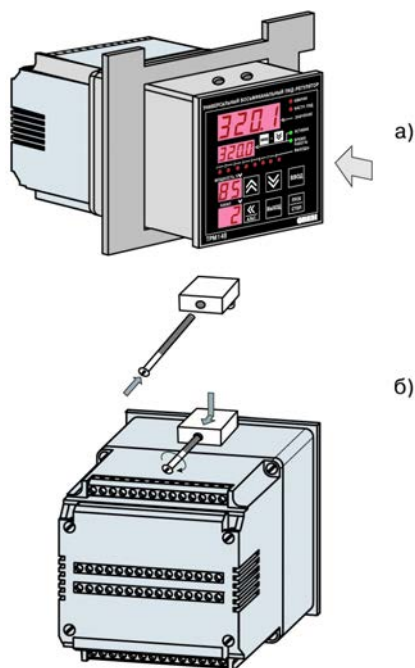

Рис. 8.1. Установка прибора щитового крепления
1. Прибор вставляется в специально подготовленное отверстие на лицевой панели щита (см. Приложение А и для TPM138-Щ4 рис. 8.1, а).
2. Фиксаторы из комплекта поставки вставляются в отверстия на боковых стенках прибора (рис. 8.1, б).